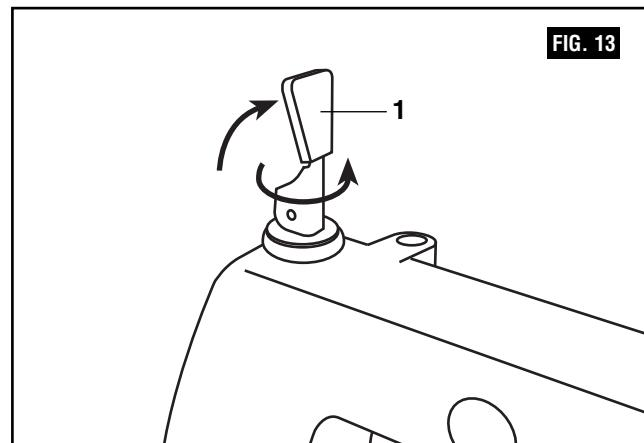

FIG. 13
1. Suelte la tensión de la hoja levantando la palanca tensora de liberación rápida (1) (Fig. 13).
3. Afloje el tornillo del portahoja superior (2) y el tornillo del portahoja inferior (3). Empuje hacia abajo sobre el portahoja superior para retirar la hoja de dicho portahoja. Retire la hoja del portahoja inferior.
7. Para tensar la hoja, mueva la palanca tensora de liberación rápida (1) hasta la posición hacia "abajo". A medida que baje la palanca, se aplicará tensión a la hoja. Asegúrese de que la hoja esté ubicada apropiadamente en los portahojas. Gire el pomo tensor de la hoja una vuelta completa adicional en el sentido de las agujas del reloj. Esta cantidad de presión de la hoja debería dar buenos resultados para la mayoría de las operaciones de corte.